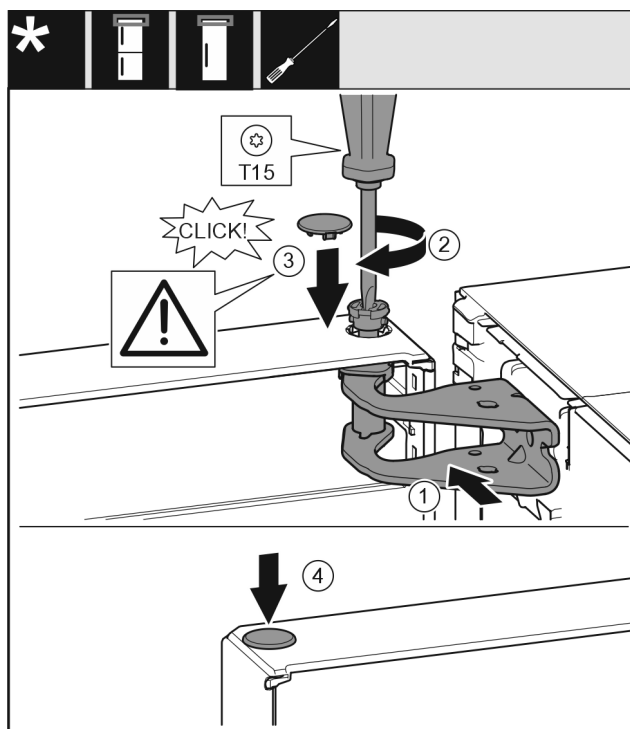

Fig. 21
- ▶ Igazítsa be az ajtót felül a csapágybak nyílásához Fig. 21 (1)
- ▶ Helyezze be a csapszeget Fig. 21 (2), és húzza meg csavarhúzóval.
- ▶ Szerelje fel az ajtót biztosító biztonsági fedelet Fig. 21 (3): Helyezze fel a biztonsági fedelet, és ellenőrizze, hogy felfekszik-e az ajtóra. Egyébként a csapszeget teljesen helyezze be.
- ▶ Helyezze be a dugót Fig. 21 (4).